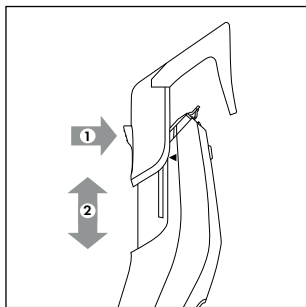
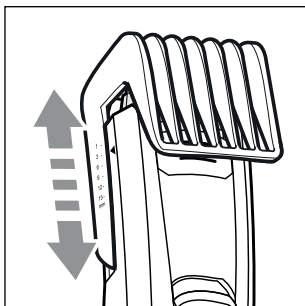

Abb. 3
Abb. 4
- ◆ Drücken Sie den Knopf hinten am Kammaufsatz **10/11** und schieben Sie den Kammaufsatz **10/11** nach oben oder unten (siehe Abb. 3). So stellen Sie die gewünschte Schnittlänge ein (siehe auch Kapitel **Haare schneiden**).
- 3) Stellen Sie die Schnittlänge je nach gewünschter Haarlänge am Kammaufsatz **10/11** ein. Drücken Sie dazu den Knopf hinten am Kammaufsatz **10/11** und verschieben Sie den Kammaufsatz **10/11** nach oben oder unten (siehe Abb. 3). Die Schnittlängen können Sie seitlich an den Markierungen des Kammaufsatzes **10/11** ablesen (siehe Abb. 4). Beginnen Sie zuerst mit einer längeren Schnittlänge und verwenden Sie im Verlauf des Schneidens stufenweise kürzere Schnittlängen.
- ◆ Stellen Sie die Schnittlänge je nach gewünschter Haarlänge am Kammaufsatz **10/11** ein. Drücken Sie dazu den Knopf hinten am Kammaufsatz **10/11** und verschieben Sie den Kammaufsatz **10/11** nach oben oder unten (siehe Abb. 3). Die Schnittlängen können Sie seitlich an den Markierungen des Kammaufsatzes **10/11** ablesen (siehe Abb. 4). Kürzen Sie Ihren Bart nun stufenweise.